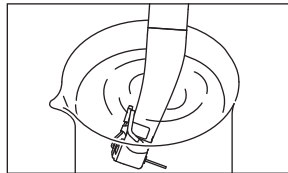

Fig. 13
4) Retirez le tube d'irrigation. Plongez environ 20 mm de la tête de la pièce à main dans l'eau, puis faites fonctionner la pièce à main en rotation avant et arrière à la vitesse maximale pendant environ 15 secondes. (Fig. 13)